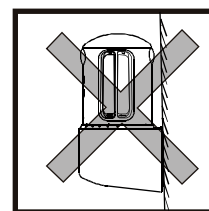

Fig. 3
7. Undgå udendørs at vende sensor hoved opad, hvorved sensoren kan blive ødelagt af vand. Fig. 3